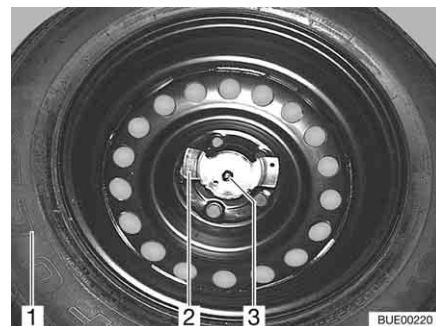

Fig. 238 Fixation de la roue de secours
- Dévisser les deux écrous (Fig. 238,2 et 3).
- Retirer la roue de secours (Fig. 238,1) de son étrier.